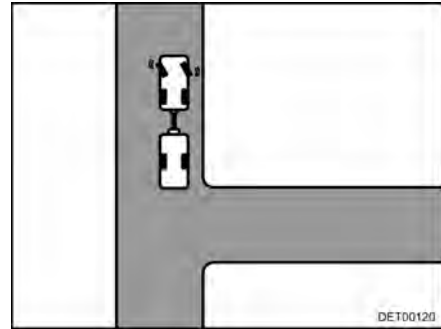

Fig. 14 Sterzare verso sinistra
- A rimorchio fermo sterzare verso sinistra (Fig. 14).